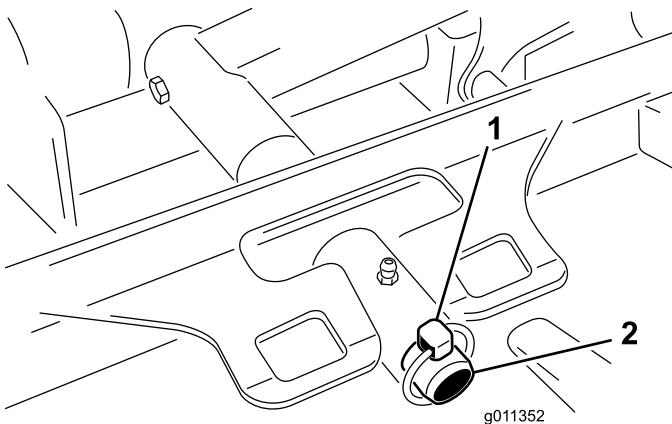

Figura 11
3. Deslize a estrutura de suporte da plataforma até que esta fique sobre o pino da articulação do braço de elevação. Prenda com o pino de sujeição ou porca de bloqueio (apenas GM 4700) (Figura 11).
3. Retire o pino de sujeição ou porca de bloqueio (apenas GM 4700) que fixa a estrutura de suporte da plataforma ao pino da articulação do braço de elevação (Figura 11).